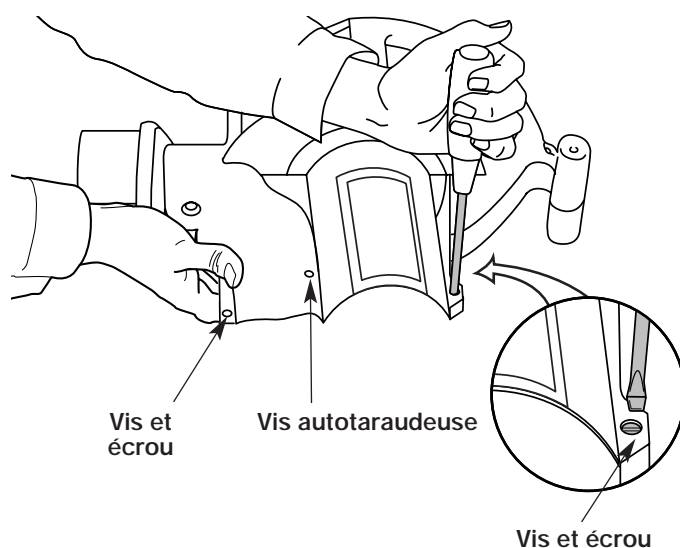

Fig. 2
3. Introduisez les 2 (deux) vis à filets interrompus 8-32 x 3/4" Torx T20 dans le côté droit du carter et les 2 (deux) écrous dans le côté gauche du carter (Fig. 2).
5. Insérez les 2 (deux) vis à filets interrompus autotaraudeuses 8-16 x 3/4" Torx T20 restantes dans les trous des deux côtés du carter (Fig. 2). Vissez bien sans trop serrer.
2. Retirez les 2 (deux) vis et écrous qui retiennent le tube de souffleur/aspirateur sur le carter (Fig. 2).